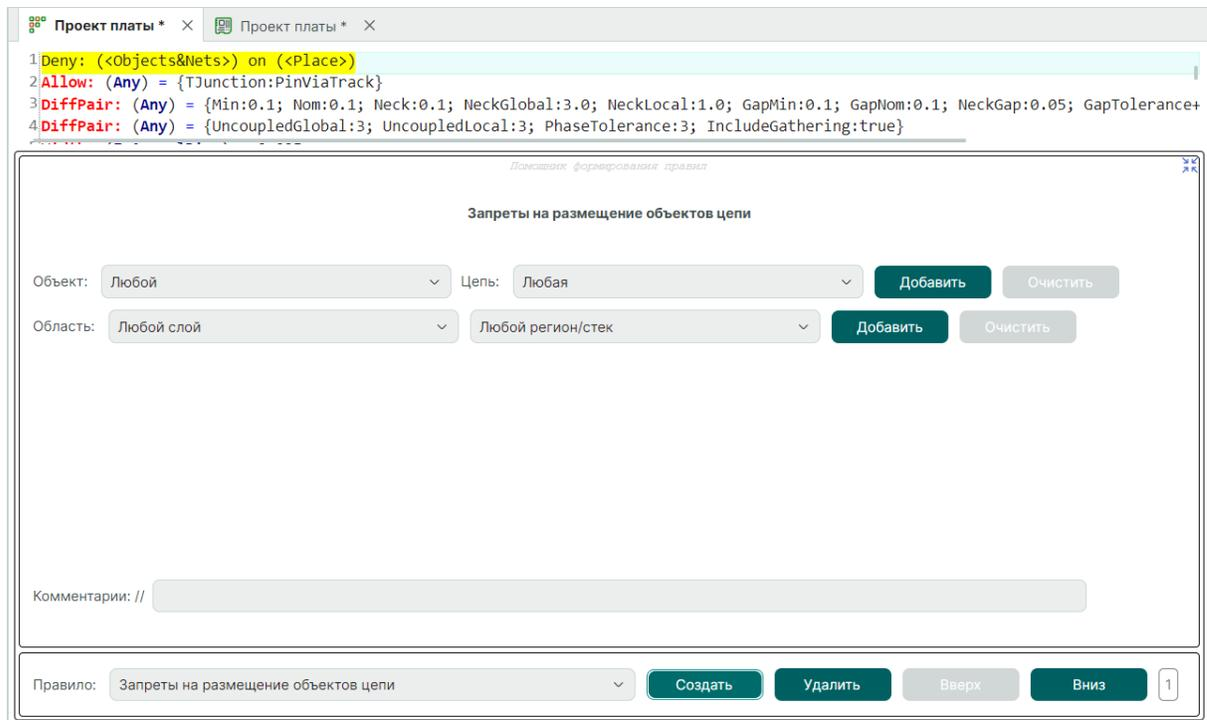

Рис. 174 Новое правило, созданное помощником
3. В редакторе правил появится новая строка, выделенная желтым цветом, см. Рис. 174.